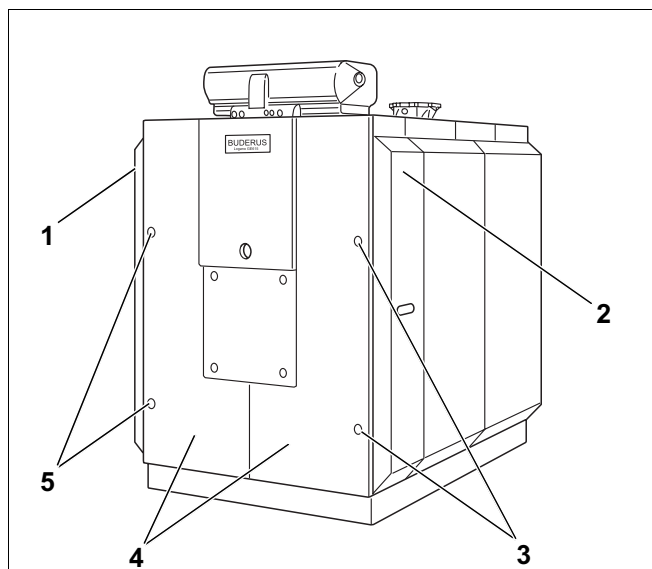

Fig. 54
For å kunne åpne brennerdøren skal den første sideveggdelen på høyre og venstre side (med håndhull) fjernes. Forveggdelene (brennerdørens panel) skal ikke demonteres (fig. 54, pos. 4).
- Løft sideveggdelene (med håndhull) (fig. 54, pos. 1 u. 2) litt opp og ta dem av.
- Før de fire festeskrueene kan løsnes ved hjelp av en pipenøkkel må pluggene i forveggdelene fjernes (fig. 54, **pos. 3 og 5**).